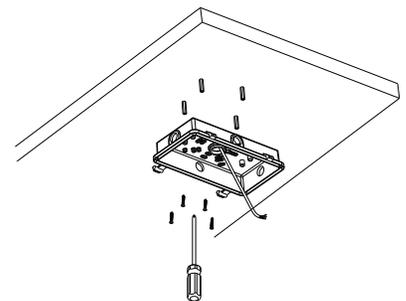

Figure 2-4
4. Insert the wires through the plug hole, and mount the cover on the ceiling with screws. Fig.2-4
4. Insérez les fils dans le trou du bouchon et montez le couvercle sur le plafond avec des vis. Fig.2-4